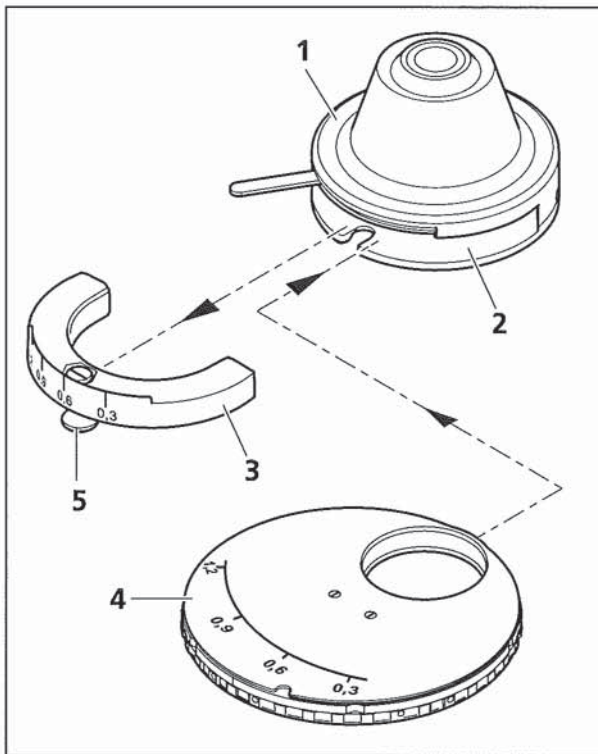

Bild 3-28 Modulatorscheibe in Kondensator
- Kondensator (Bild 3-28/1) aus Kondensorträger herausnehmen (siehe Abschnitt 3.1.9). Ist der Kondensorträger z. B. bei angelegter Übersichtseinrichtung nicht weit genug absenkbar, diese ggf. abnehmen, bis zum unteren Anschlag absenken und Kondensator entfernen.
- Klemmschraube (Bild 3-28/5) des Skalensegments (Bild 3-28/3) des Kondensors mit Schraubendreher (SW 3) lösen und Skalensegment nach vorn herausziehen.
- Modulatorscheibe (Bild 3-28/4) mit der zweizackigen Gabelöffnung voran so in den Kondensator einschieben, dass die darin befindliche Führung beidseitig eingefasst wird und als Anschlag für die Modulatorscheibe dient. Gleichzeitig ist darauf zu achten, dass sich der Zapfen der Klemmschraube der Modulatorscheibe in der Orientierungsnut des Kondensors befindet.